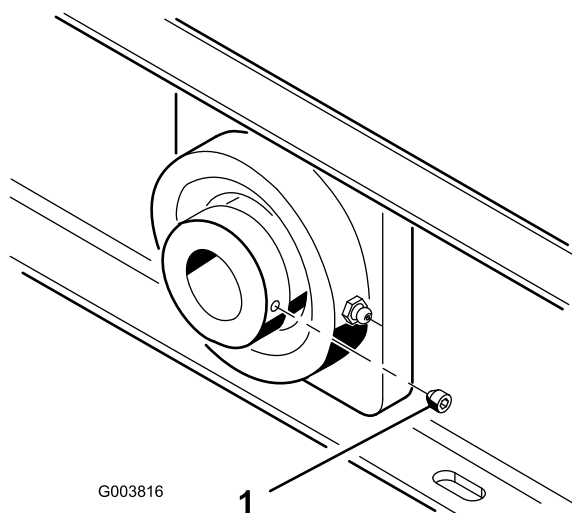

Figura 11
- Los tornillos de fijación del cojinete del eje del ventilador (Figura 11) deben apretarse a 6,5-9,2 Nm.